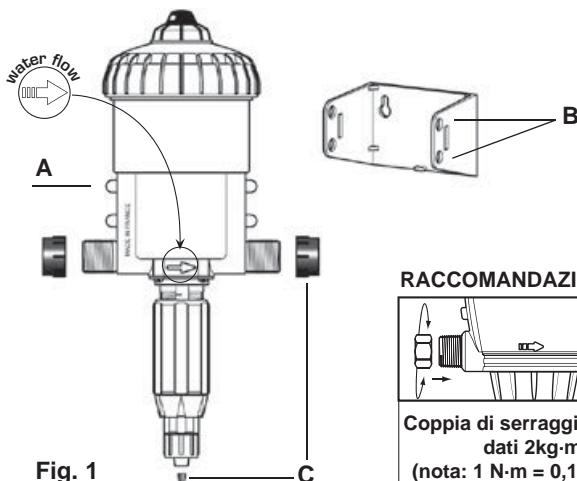

Fig. 1
- Inserire il DOSATRON nel supporto spostando leggermente i bracci del supporto per incastare i 4 naselli del corpo principale (**Fig. 1-A**) negli orifizi corrispondenti del supporto (**Fig. 1-B**).
Rimuovere i tappi di protezione (**Fig. 1/2-C**) che ostruiscono gli orifici del suo DOSATRON prima di collegarlo alla rete d'acqua.